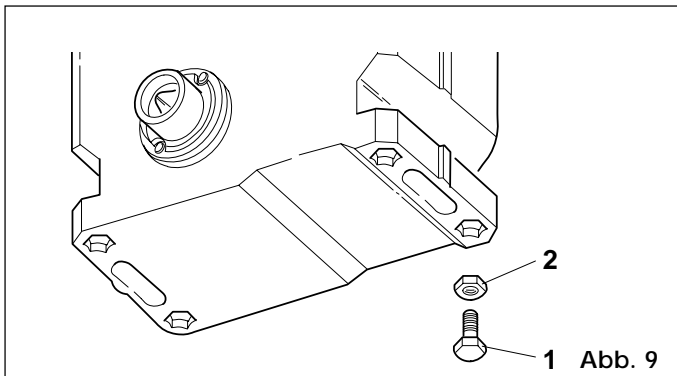

Abb. 9
- 1) Die Stellfüße gem. Abb. 9 in die entsprechenden Sechskantaufnahmen am Boden des Getriebemotors mit einem Teflon-Hammer eintreiben.